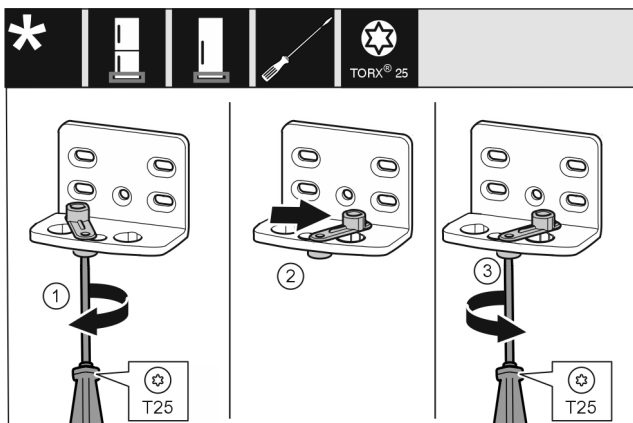

Fig. 11
- Svitare allentando la vite con il cacciavite T25. Fig. 11 (1)
- Sollevare l'ausilio di chiusura della porta e ruotarlo di 90° verso destra nel foro. Fig. 11 (2)
- Serrare la vite con il cacciavite T25. Fig. 11 (3)